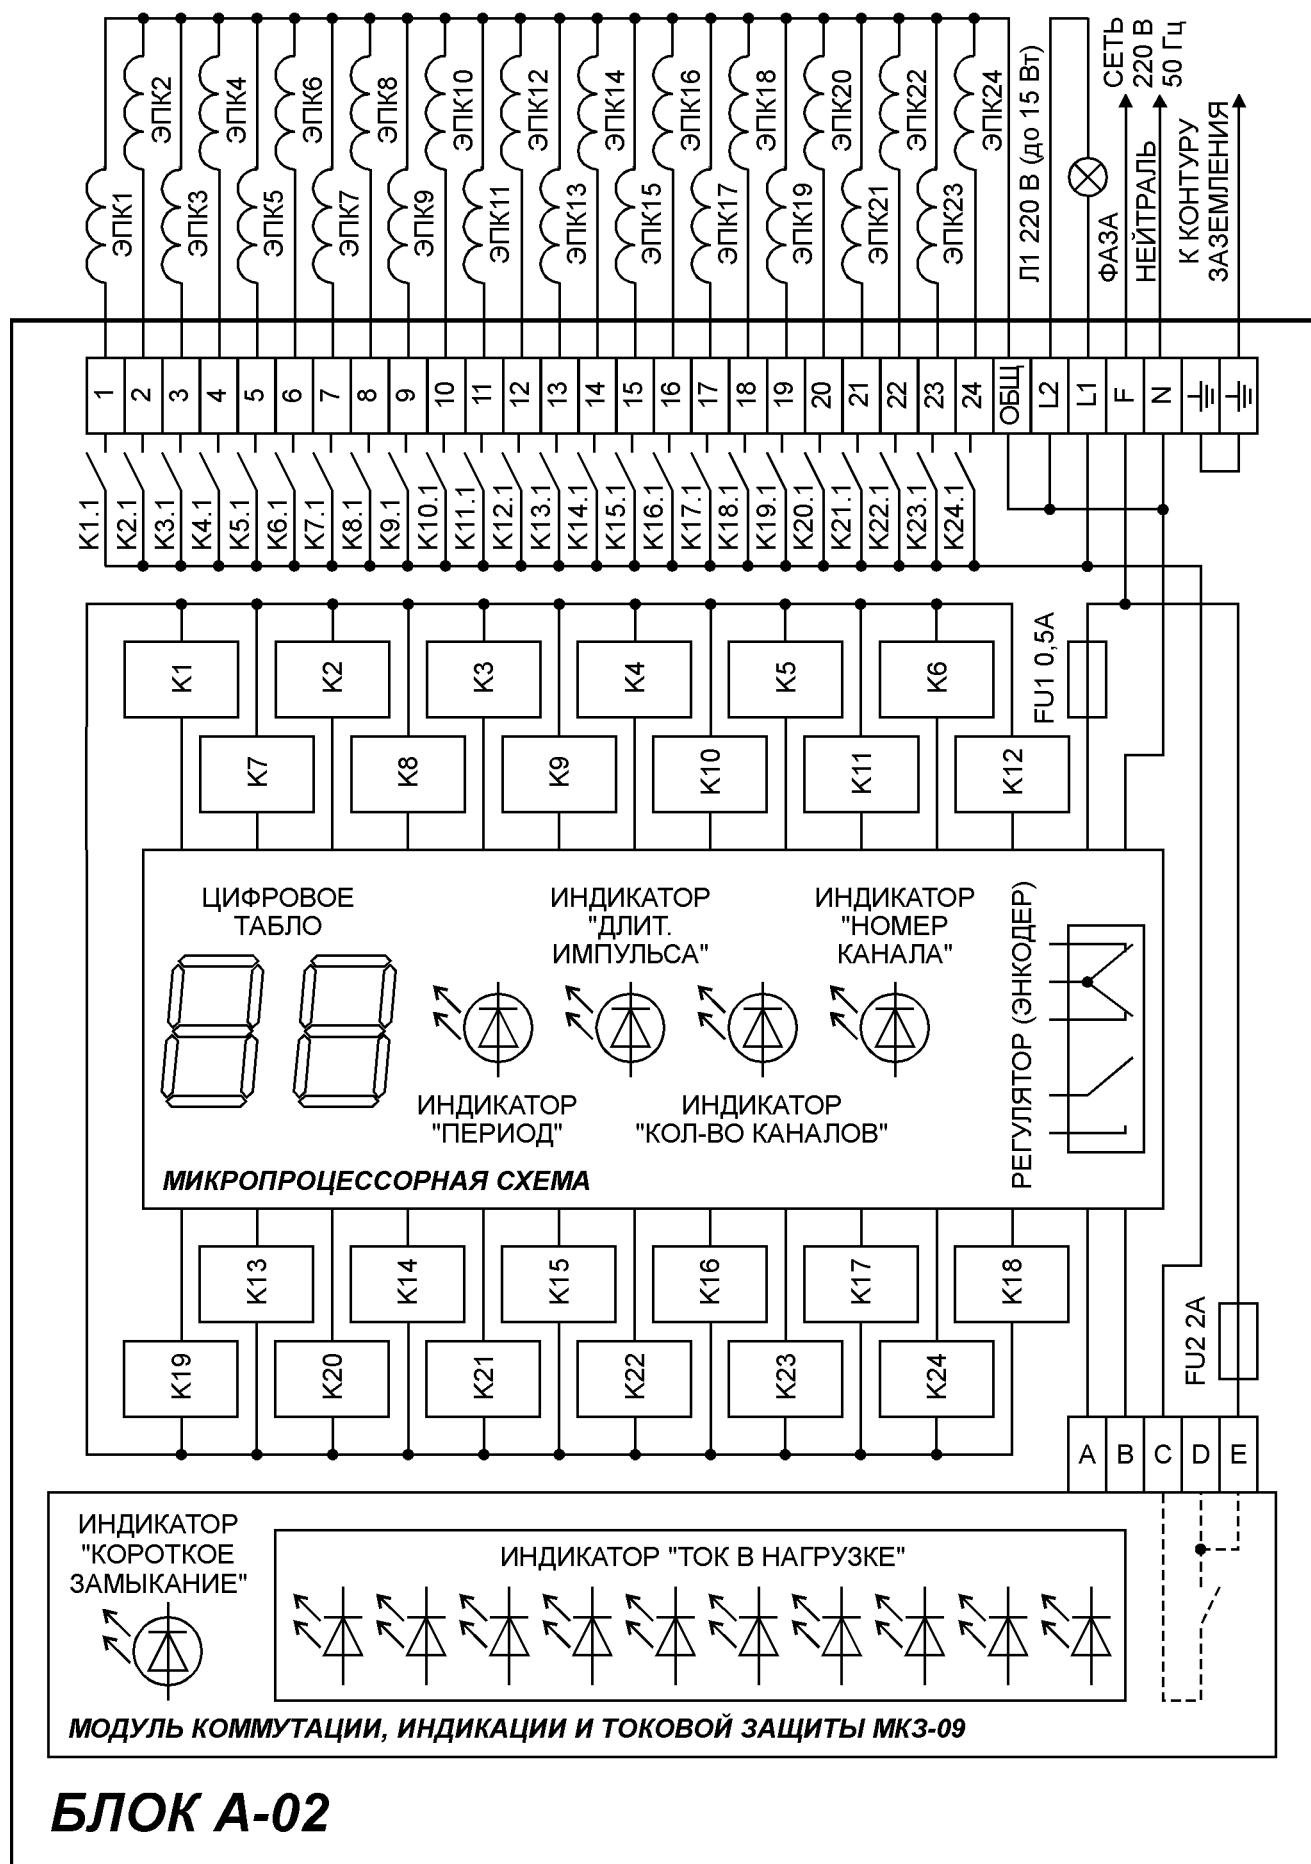

Рис. 2. Схема подключения и органы управления блока А-02.
Схема подключения, органы регулировки и индикации блока А-02 показаны на рис. 2.
7.4. Управляющие провода ЭПК подключаются к клеммам 1 - 24 (при количестве каналов – 24). Если число рукавов фильтра-циклона меньше 24, то для подключения ЭПК необходимо использовать соответствующее количество клемм блока, начиная с клеммы 1 (см. рис. 2).